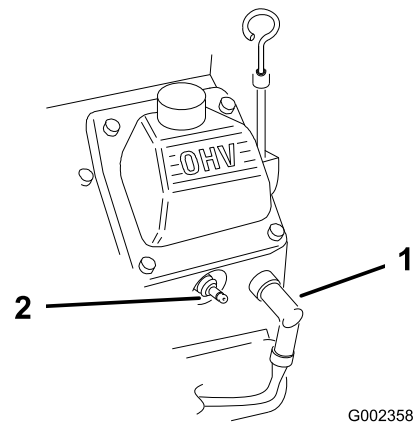

Figura 28
2. Desconecte los cables de las bujías (Figura 28).
3. Conecte los cables de las bujías a las bujías (Figura 28).